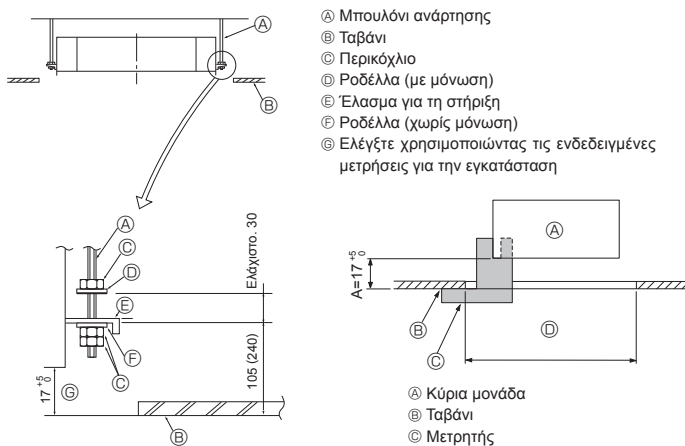

Fig. 3-6
- ① Ξύλινες κατασκευές
- ② Διαρθρώσεις σιδηροπαγούς σκυροδέματος
3.6. Τρόπος ανάρτησης της μονάδας (Fig. 3-6)